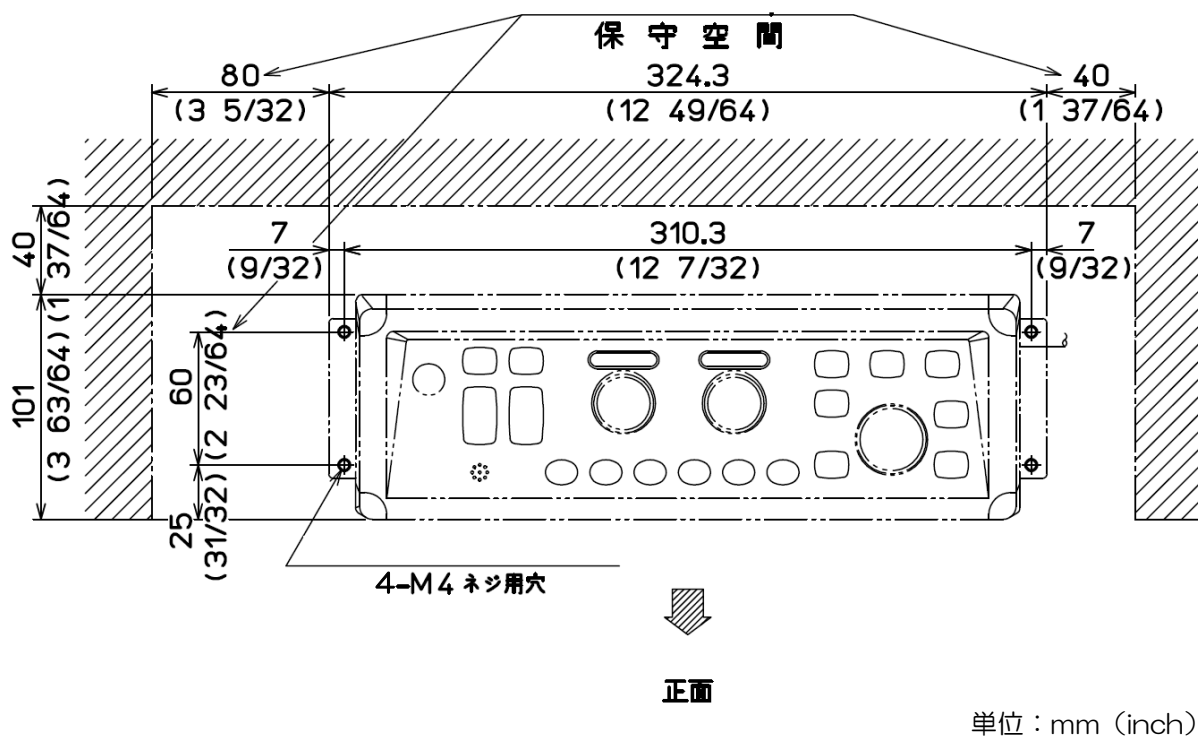

図 1.8 操作部の卓上取付時の保守空間
- (1) 図 1.8 の保守空間を設けて、操作部を取り付ける位置を決定してください
- (2) 設置場所に取り付け位置のマーキングをします。(図 1.8 参照)
- (3) 操作部枠の四隅にあるプラスチック製のコーナーキャップを外します。(上に引き抜くと簡単に外れます)
- (4) M4 (4mm) ネジで取付金具を操作部に固定し、ステップ(3)ではずした4角のコーナーキャップ(4箇所)を差し込みます。
- (5) 取付金具とマーキング位置が合うかを確認します。不具合があればマーキング位置を修正します。
- (6) 4mm タッピングネジを使用し取付金具を固定します。(4箇所)(4mm ネジは取り付け部の厚さに応じたネジを手配してください。)